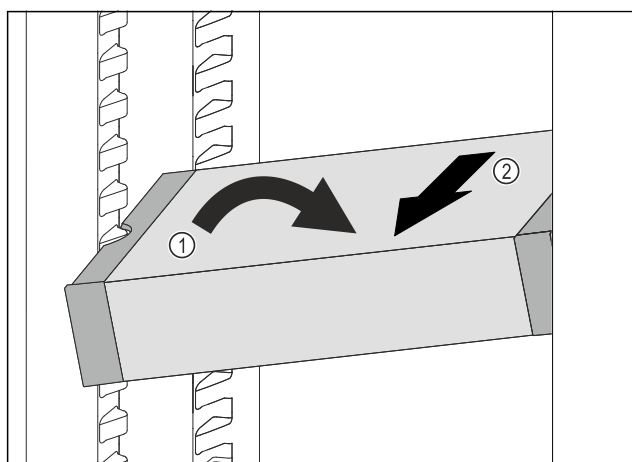

Fig. 135
- ▶ 在冷藏区中倾斜 VarioSafe。 Fig. 135 (1)
- ▶ 向前取出 VarioSafe。 Fig. 135 (2)